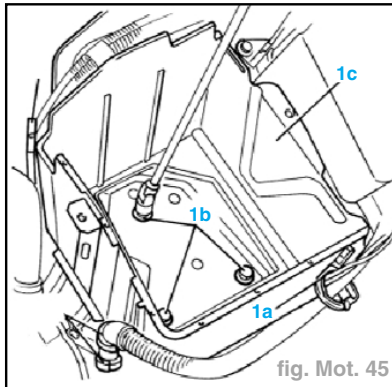

fig. Mot. 45
- Décrocher les colliers de retenue (1a), dévisser les trois vis de fixation (1b) du support (1c) à la coque et au support moteur (fig. Mot. 45).